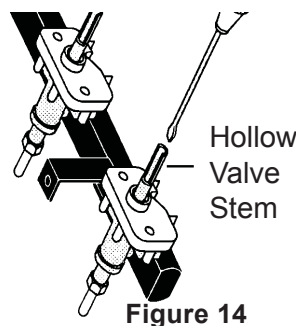

Figure 14
- Introduzca un destornillador delgado en la varilla hueca de la válvula y ajústelo sobre el tornillo que se encuentra adentro. El tamaño de la llama se puede aumentar o reducir girando el tornillo. Gire el tornillo a la izquierda para aumentar el tamaño de la llama. Gire el tornillo a la derecha para reducir el tamaño de la llama (vea la fig. 14). Ajuste la llama hasta que pueda girar la perilla rápidamente desde la posición **LITE** (encender) hasta el ajuste mínimo sin que se apague la llama. La llama debe ser lo mas pequeña posible sin que se apague.